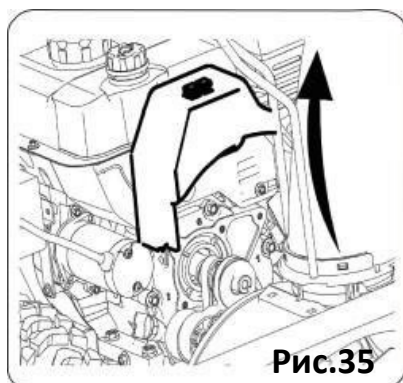

Рис.35
- Снимите крышку ремня на передней части двигателя, сняв два винта см.рис.35.